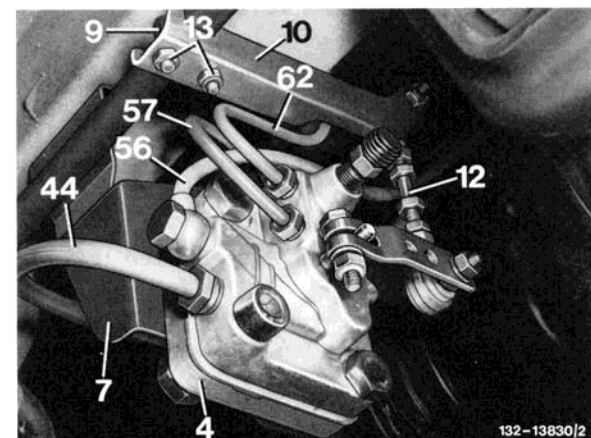

Bild 4
13 Halter (7) für Niveauregler am Rahmenquerträger mit den Blechschrauben (8) festschrauben (Bild 4).
14 Niveauregler (4) am Halter (7) anschrauben. Ölleitungen (57) und (62) von den Federspeichern zum Niveauregler verlegen und anschließen (Bild 4).
15 Hebel (10) mit dem Befestigungsbügel (9) am Drehstab anschrauben. Die Stellung des Hebels ergibt sich durch die Fläche am Drehstab (Bild 4).
16 Verbindungsstange (12) einbauen (Bild 4).